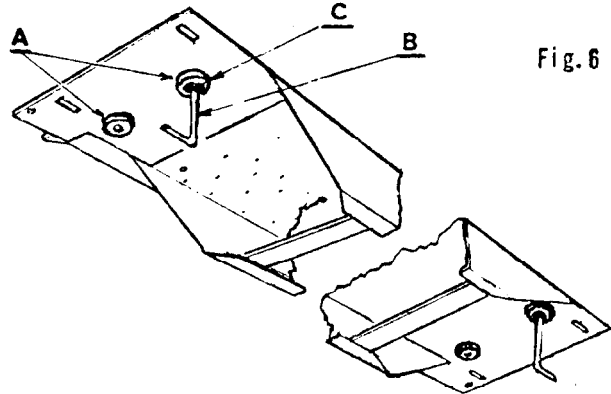

Fig. 6
- Amener les deux traverses en butée contre les supports A de crochet B (fig.6 et 7).